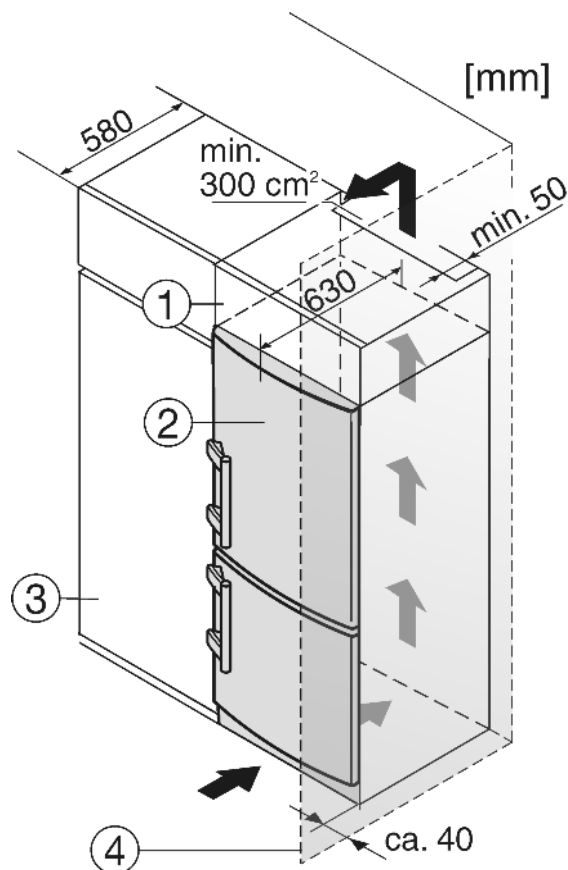

Fig. 5
Устройство может быть окружено предметами кухонной обстановки. Чтобы уравнивать устройство Fig. 5 (2) по высоте с кухонной стенкой, можно установить над устройством соответствующий дополнительный шкафчик Fig. 5 (1).
При комбинировании с обычными кухонными шкафами (глубина макс. 580 мм) устройство можно установить непосредственно рядом с кухонным шкафом Fig. 5 (3). Дверь устройства выступает по сторонам на 34 мм и по центру устройства на 50 мм относительно передней стенки кухонного шкафа. Поэтому ее можно свободно открывать и закрывать.
Если устройство установлено на шарнирах у стены Fig. 5 (4), то расстояние между устройством и стеной должно быть не менее 40 мм. Настолько выступает ручка при открытой двери.